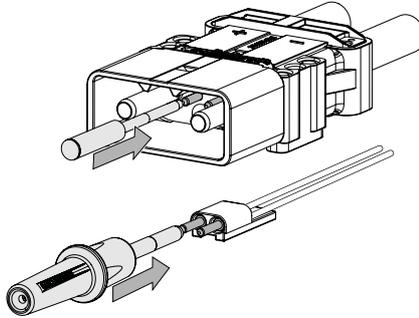

Abb. 55:
2. Die Kontakte wie in **Abb. 55** gezeigt nach hinten aus den Kontaktkammern herausdrücken.